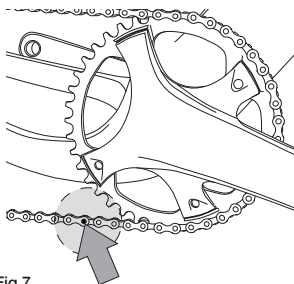

Fig.7
- Déplacez la chaîne sur le petit pignon, puis positionnez les maillons à fermer dans la zone indiquée sur la Fig.7.